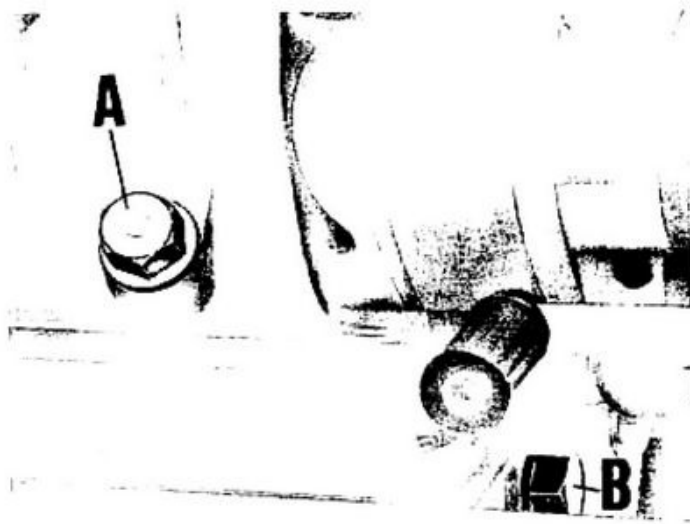

Fig. 9
- l'olio del motore svitando il tappo scarico (B di fig. 9) dal basamento;
- il tappo chiusura foro immissione olio nel basamento (A di fig. 9).